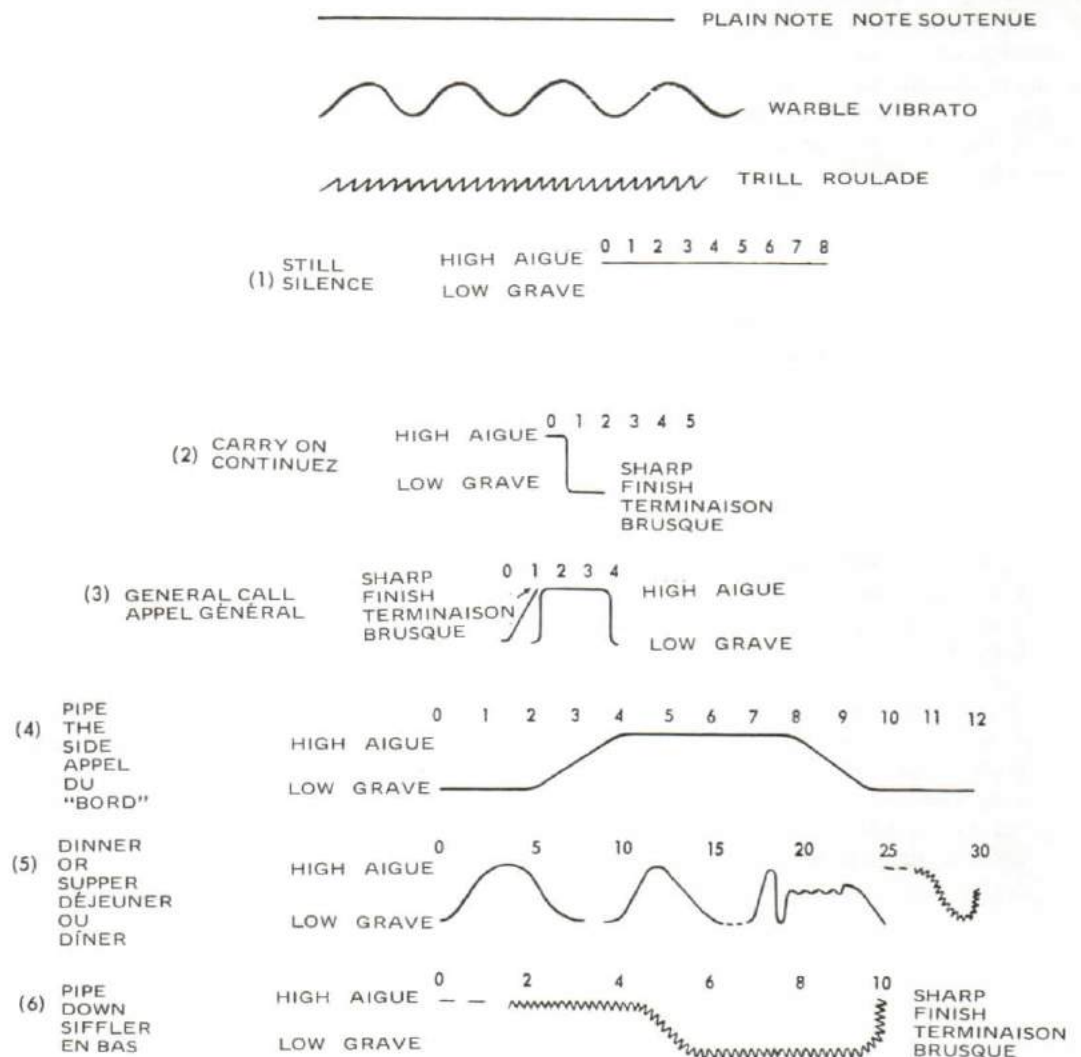

Figure 13-4
8. At one time these notes and tones were used to make a great variety of pipes. Many evolutions at sea could be carried out with hardly a spoken word being passed to the crew, all orders being relayed by sounding the appropriate pipe on the boatswain's call. Nowadays, however, only very few special pipes are used, and these are illustrated in Figure 13-4. Learn to sound these pipes properly.
8. Il fut un temps où ces combinaisons de notes et de tons servaient à réaliser un grand nombre d'appels. De nombreuses manoeuvres en mer pouvaient être exécutées sans qu'un ordre verbal soit donné à l'équipage, tous les ordres étant transmis au moyen d'appels au sifflet. De nos jours, toutefois, on n'emploie plus que quelques appels particuliers qu'on trouvera illustrés à la figure 13-4. Apprenez à faire correctement ces appels.